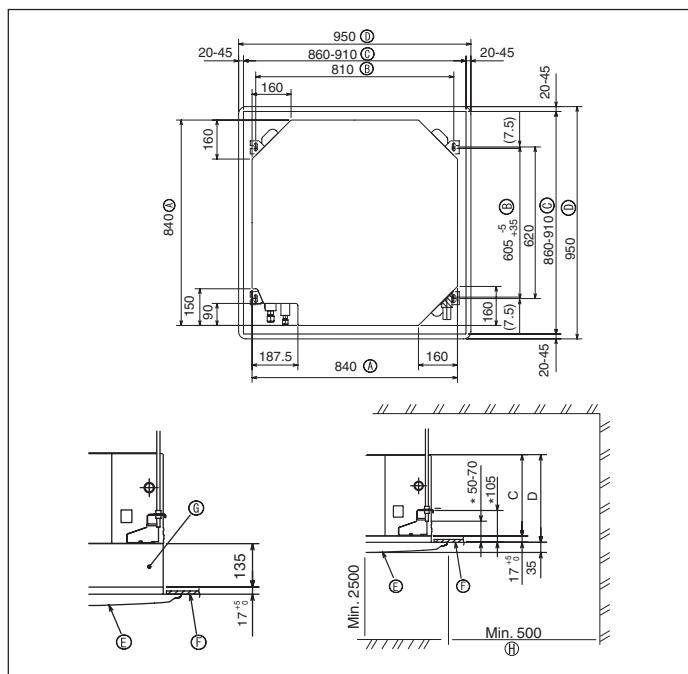

Fig. 3-2
①	Installationsskabelon	1
②	spændskive (med isolering) spændskive (uden isolering)	4 4
③	Rørafdækning (til kolerørssamling)
④	Lille diameter	1
⑤	Stor diameter	1
⑥	Bånd	8
⑦	Skruer til spændskiver til montering af gitter (M5 x 25)	4
⑧	Drænmuffe	1
⑨	Isolering	1
⑩	Konisk møtrik 1/4F(P60)	1
3.2. Åbninger mod loft og placering for installation af suspensionsbolt (Fig. 3-2)
- * Dimensionerne på åbningerne i loftet kan reguleres inden for det i Fig. 3-2 viste område. Hovedenheden centrerer i forhold til åbningen i loftet, således at mellemlrummet mellem enhedens sider og loftkanterne er ens på alle sider.
- (A) Ydre side af hovedenhed
- (B) Boltstigning
- (C) Loftåbning
- (D) Ydre side af gitter
- (E) Gitter
- (F) Loft
- (G) Flerfunktionskappe (ekstraudstyr)